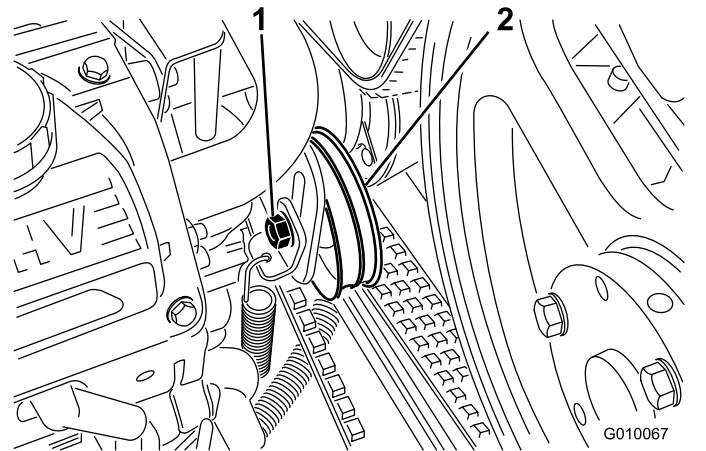

Bild 57
4. Lösen Sie die Spannschraube des Pumpenriemens so weit, dass sie im Einstellschlitz bewegen werden kann (Bild 57).